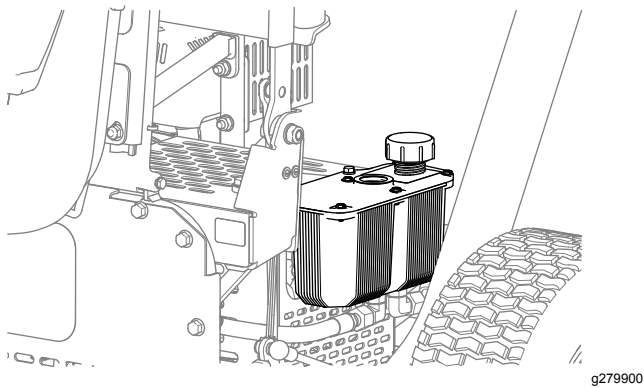

Bild 38
2. Nehmen Sie den Deckel des Hydraulikbehälters ab (Bild 38).
4. Schrauben Sie den Behälterdeckel wieder auf (Bild 38).